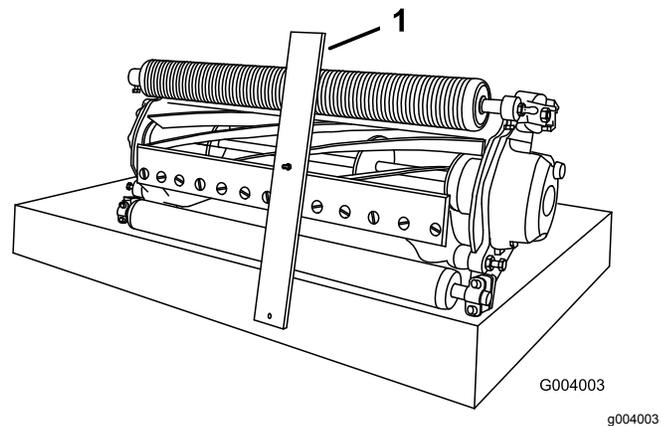

図 19
2. 刈高ゲージのボルトの頭を下刃の先端に引っかけ、バーの後端を後ローラに当てがう 図 19。